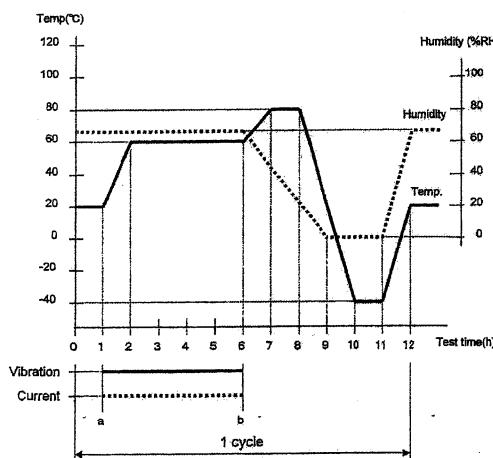

図 7
コネクタを図 7 の試験槽に入れ、次の試験を行う。
①4-17 の方法にて、挿入と離脱を 5 回行う。
②4-16 の方法にて、通電電流を温度上昇 60℃の電流値とし、図 7 の指定区間 (a-b) 通電し。5-19 の試験方法で、表 2 に示す振動を図 8 の指定区間 (a-b) とする。
A connector is put in into the tub shown in Fig7, and perform the test of following.
③ Think a pattern as shown in Fig.7 is 1cycle, and perform the test 50 cycles.